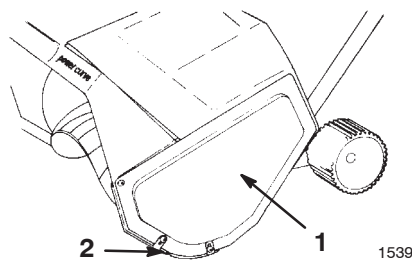
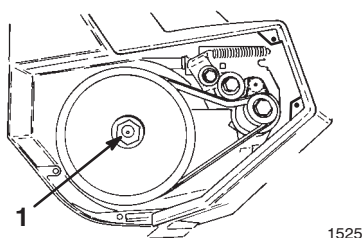

Figure 15
Figure 16
Remarque : Si vous ne parvenez pas à déposer l'arbre en tenant le rotor, déposez le capot gauche et le patin (Fig. 15). Bloquez l'écrou hex. avec une clé de 7/8 pouce pendant que vous dévissez l'arbre de rotor (Fig. 16).
1. Retirez les 3 vis de fixation du capot gauche au châssis de la déneigeuse (Fig. 15). Déposez le capot et le patin.
1. Retirez les vis de fixation du capot gauche et du patin sur le châssis de la déneigeuse (Fig. 15), et déposez le capot et le patin.